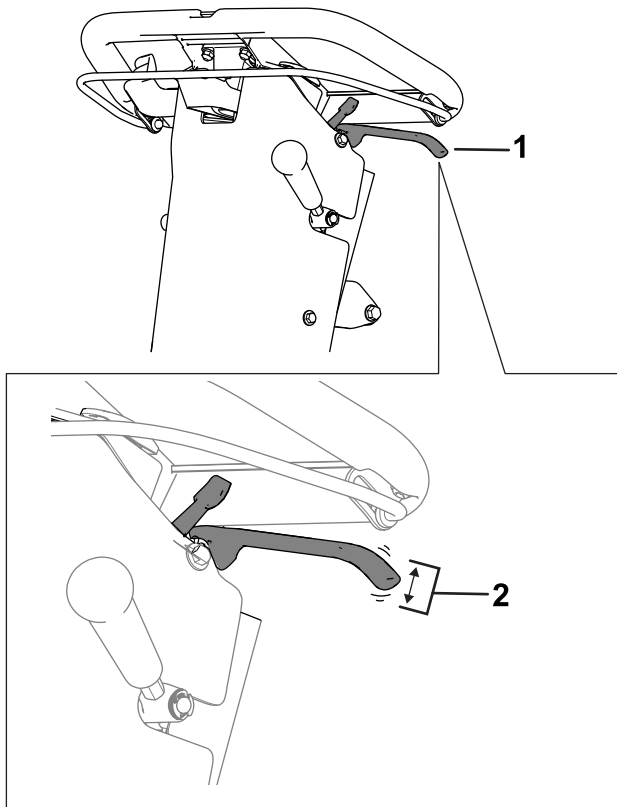

Figura 38
2. Misurate lo gioco alla fine della maniglia del freno di stazionamento (Figura 38).